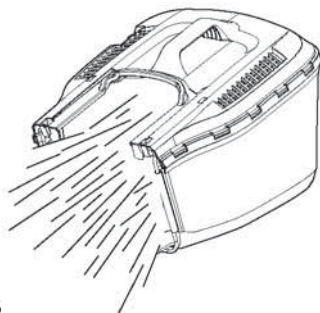

Fig.13
- > Pour enlever le bac de ramassage, soulevez le capot de sécurité (13) et décrochez le bac (fig. 13).